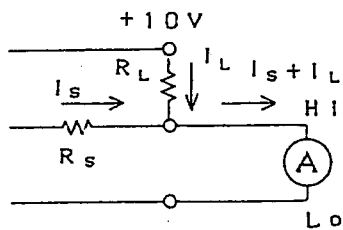
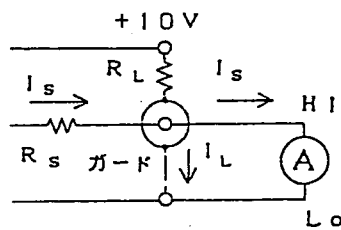

図 5-1
図 5-2
- (2) 微小電流の測定では、図 5-1 に示されるように、被測定部への接続点に隣接した電圧源から絶縁抵抗を通してリーケージ電流が流れ、誤差となります。例えば、電圧が 10V、絶縁抵抗が  $10^{10} \Omega$  であった場合、リーケージ電流  $I_L$  は 1 nA となります。このような場合、図 5-2 に示すように、Hi 側端子をガード導体で囲み、Lo 側端子に接続することによりリーケージ電流の影響を低減することができます。